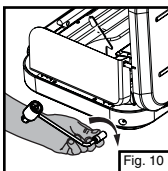

Fig. 10
■ Vissez le détendeur au réchaud, à la main. (Fig. 10)